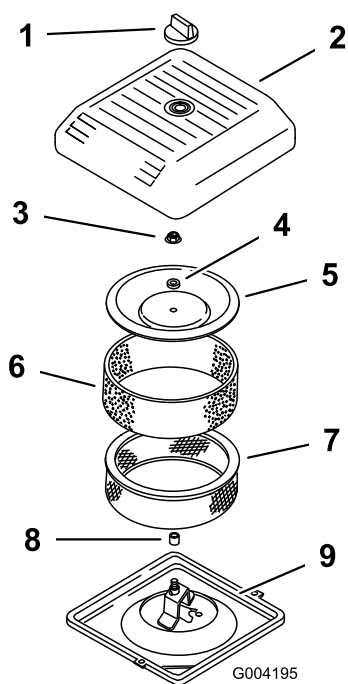

Figure 155
3. Dévissez le bouton et déposez le couvercle du filtre à air (Figure 155).
- Sortez délicatement le préfiltre en mousse de l'élément en papier (Figure 155).
- Dévissez l'écrou du couvercle de protection et déposez le couvercle, l'entretoise et l'élément en papier (Figure 155).